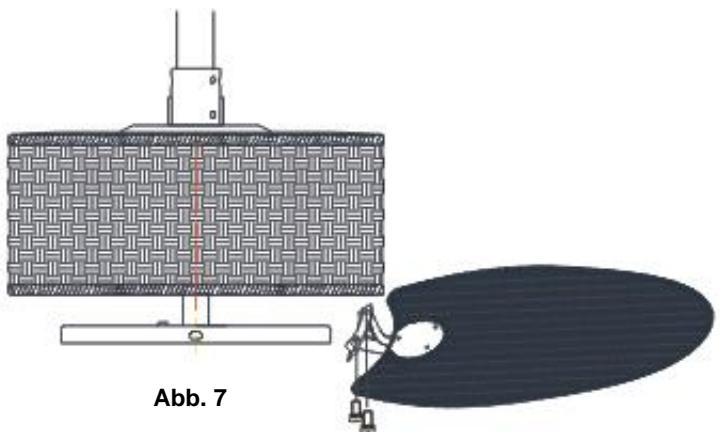

Abb. 7
3. Befestigen Sie das Rotorblatt am Motor, indem Sie 2 Schrauben mit Unterlegscheiben anziehen. Achten Sie darauf, dass alle Schrauben fest angezogen sind. Dadurch verringert sich die Gefahr eines Materialverzugs oder einer Unwucht. (Die Schrauben nicht überdrehen, andernfalls werden die Rotorblätter beschädigt. Wiederholen Sie den gleichen Schritt bei den übrigen Rotorblättern. (Abb. 7)